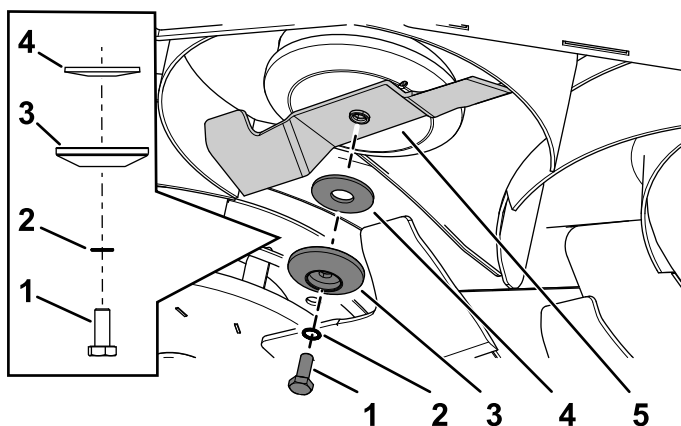

Figura 110
2. Montați lama utilizând urubul lamei îndepărtat anterior, aiba crestată, elementul de reinere al lamei și aiba curbată (Figura 110).